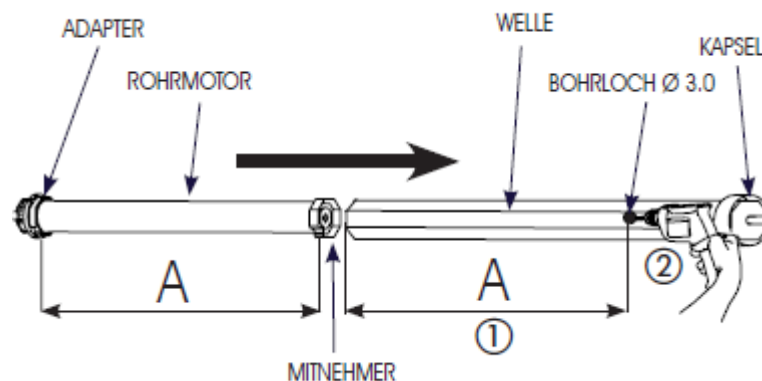

Abb. 3
1. Mit einem Bohrer $\varnothing 3$ mm ein Bohrloch in die Welle (Abb.3,Bez.2) im Abstand A (Abb.3, Bez. 1) bohren. Den zusammengebauten Rohrmotor so weit in die Welle einführen, bis der Adapter vollkommen in der Welle sitzt (Abb.4, Bez.1).